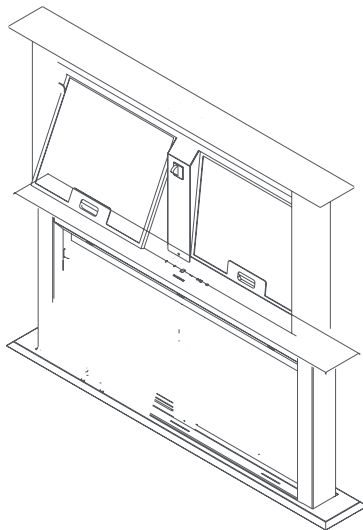

Fig. 9
2. ➔ Montera tillbaka fettfiltren genom att trycka på spärren i handtaget (Fig. 9).